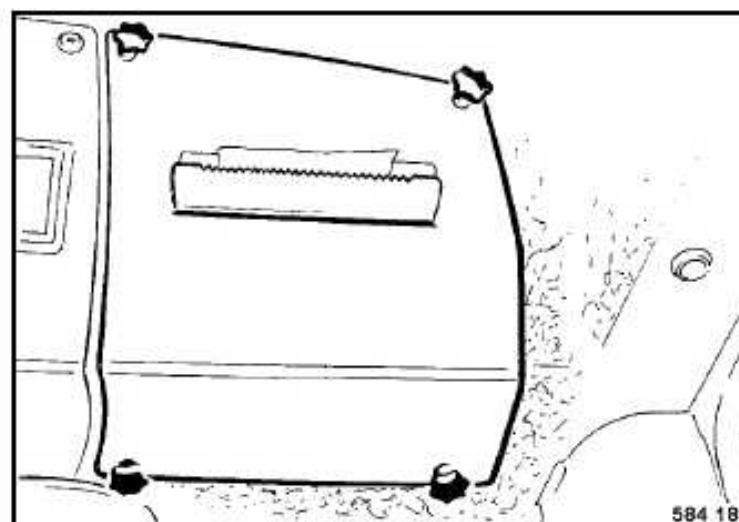

Fig. 88
- Desenroscar las empuñaduras de estrella (Fig. 88) y retirar la cubierta.